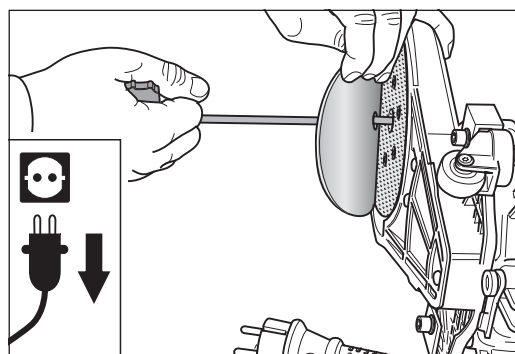

Fig. 9 ... colocar el nuevo de manera centrada y presionar.
- 5 Coloque un disco de lijado por velcro nuevo. Este disco debe quedar situado en el centro del plato. La perforación del centro del disco de lijado y la llave a propósito facilitan este proceso (Fig. 9).